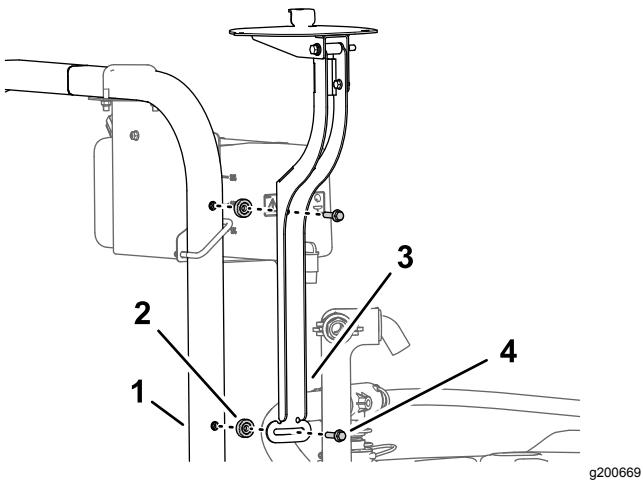

Figura 154
1. Instale a montagem do recetor e o espaçador (3/8 x 7/16 pol.) na barra de segurança com o parafuso de cabeça flangeada (3/8 x 1-1/12 pol.) como se mostra na Figura 154.